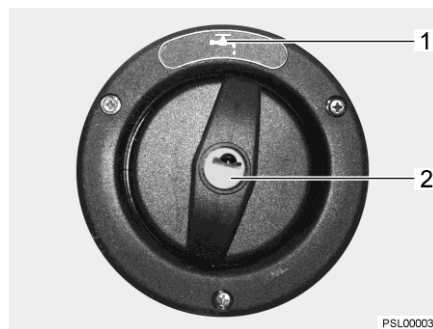

Bild 120 Verschlussdeckel für Trinkwasser-Einfüllstutzen
Der Trinkwasser-Einfüllstutzen ist mit dem Symbol "☰" (Bild 120,1) gekennzeichnet. Der Verschlussdeckel wird mit dem Schlüssel für die Außenklappenschlösser geöffnet und verschlossen.
- Schlüssel in Schließzylinder (Bild 120,2) stecken und eine viertel Umdrehung entgegen dem Uhrzeigersinn drehen.
- Trinkwasser-Einfüllstutzen (Bild 120) öffnen.